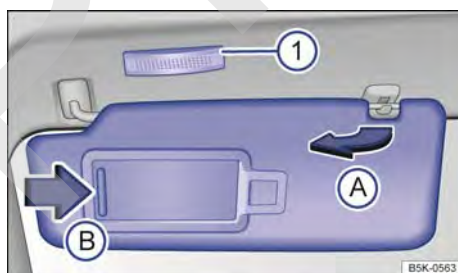

Fig. 82 Parasol.
- Retirar el parasol con cuidado del soporte sujetando la base de fijación y girar en la dirección de las puertas → fig. 82 **A**.
En el parasol plegado hacia abajo se encuentra un espejo de cortesía atrás de una cubierta. Al abrir la cubierta → fig. 82 **B** se enciende una luz **1**.